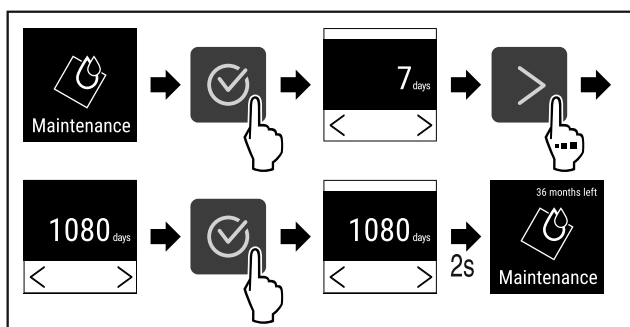

Fig. 74
- ▶ Udfør handlingstrinene (se Fig. 74).